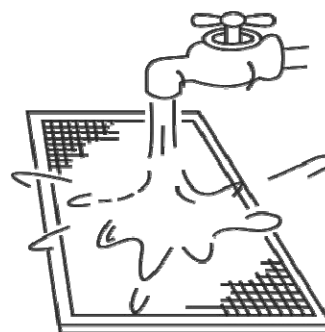

Fig.4-7
- 5 Si usa un chorro de agua el lado de entrada de aire del filtro debe mirar hacia abajo. (vea Fig.4-7)